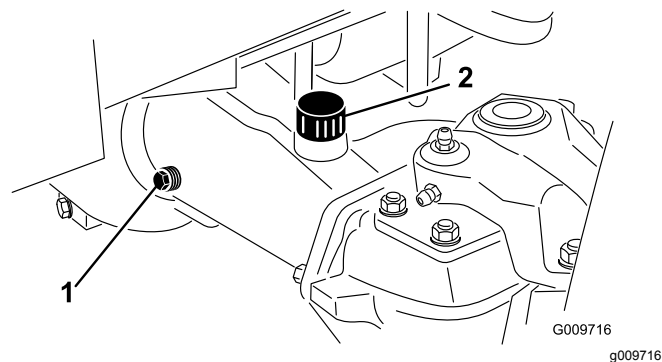

Рисунок 62
2. Снимите пробку контрольного отверстия (Рисунок 62) с одного конца моста и убедитесь в том, что смазочное масло доходит до низа отверстия. Если уровень низкий, снимите пробку заливного отверстия (Рисунок 62) и добавьте такое количество масла, чтобы довести его уровень до низа контрольных отверстий.